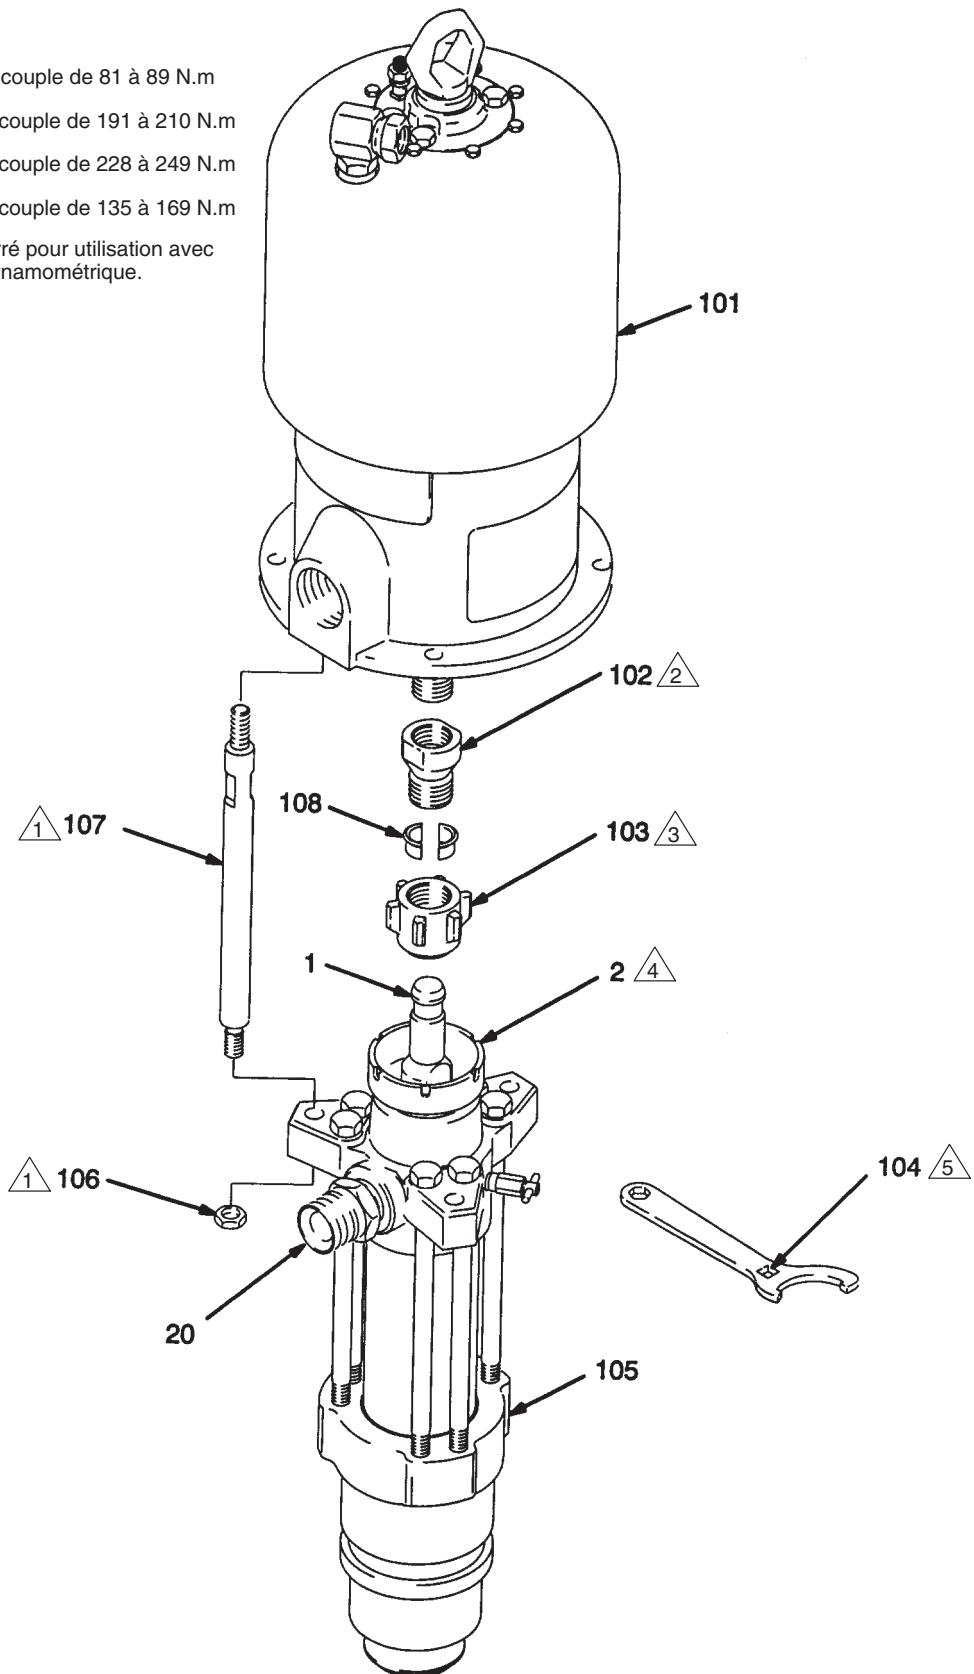

Fig. 3
4. A l'aide d'une clé à molette, dévisser l'écrou d'accouplement (103) de l'adaptateur de tige de liaison (102). Retirer les demi-colliers d'accouplement (108). Faire attention à ne pas les perdre ou les laisser tomber. Voir la Fig. 3.
5. Maintenir les méplats des tirants à l'aide d'une clé pour les empêcher de tourner. Dévisser les écrous (106) des tirants (107). Dégager avec précaution le bas de pompe (105) du moteur (101). Voir Fig. 3.
1. Demander l'assistance de deux personnes pour soutenir le bas de pompe pendant qu'une autre le réaccouple au moteur (voir ATTENTION ci-dessus). Orienter la sortie produit de la pompe vers l'arrivée d'air ou de fluide hydraulique, comme mentionné au point 3 de la rubrique Dépose du bas de pompe. Positionner le bas de pompe (105) sur les tirants (107). Voir Fig. 3.
2. Visser les écrous (106) sur les tirants (107) au couple de 81 à 89 N.m.
3. Placer l'écrou d'accouplement (103) sur la tige du piston (1), puis placer les demi-colliers d'accouplement (108) dans l'écrou. Visser, mais sans serrer, l'écrou d'accouplement sur l'adaptateur de la tige de liaison (102). Maintenir les méplats de l'adaptateur de la tige de liaison à l'aide d'une clé pour les empêcher de tourner. A l'aide d'une clé à molette, serrer l'écrou d'accouplement au couple de 228 à 249 N.m.
4. Serrer l'écrou de presse-étoupe (2) au couple de 135 à 169 N.m.